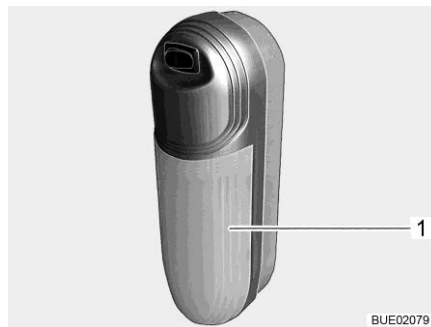

Fig. 314 Luminaire apparent
- Tirer légèrement sur le couvercle transparent (Fig. 314,1) de l'interrupteur et le retirer.